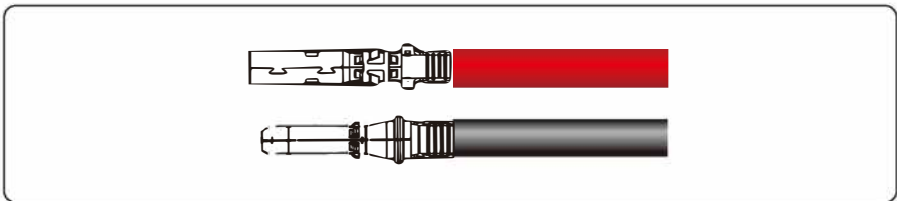

Figura 5.13 Crimpando um conector metálico
**Passo 2** Insira as áreas expostas dos cabos de energia positivo e negativo nos terminais metálicos dos conectores positivo e negativo, respectivamente, e comprima-os usando um alicate de crimpagem, conforme mostrado na Figura 5.13.